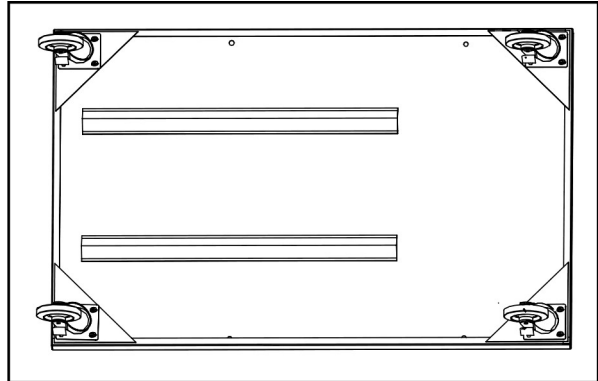

Abb.2
1. Die vier Rollen werden in den vier Ecken unter der Sockelplatte mit Hilfe der Schrauben und Muttern mit den entsprechenden Unterlegscheiben befestigt. Für jede Rolle tragende Ecke, sollten Sie über eine Schraube durch die Scheibe in der Sockelplatte und dann in den Träger von jeder Rolle einsetzen. Ziehen Sie die Mutter mit einem speziellen Schraubenschlüssel und einem Schraubenzieher fest. Wiederholen Sie die Operation für die anderen Rollen. (Abb. 2)